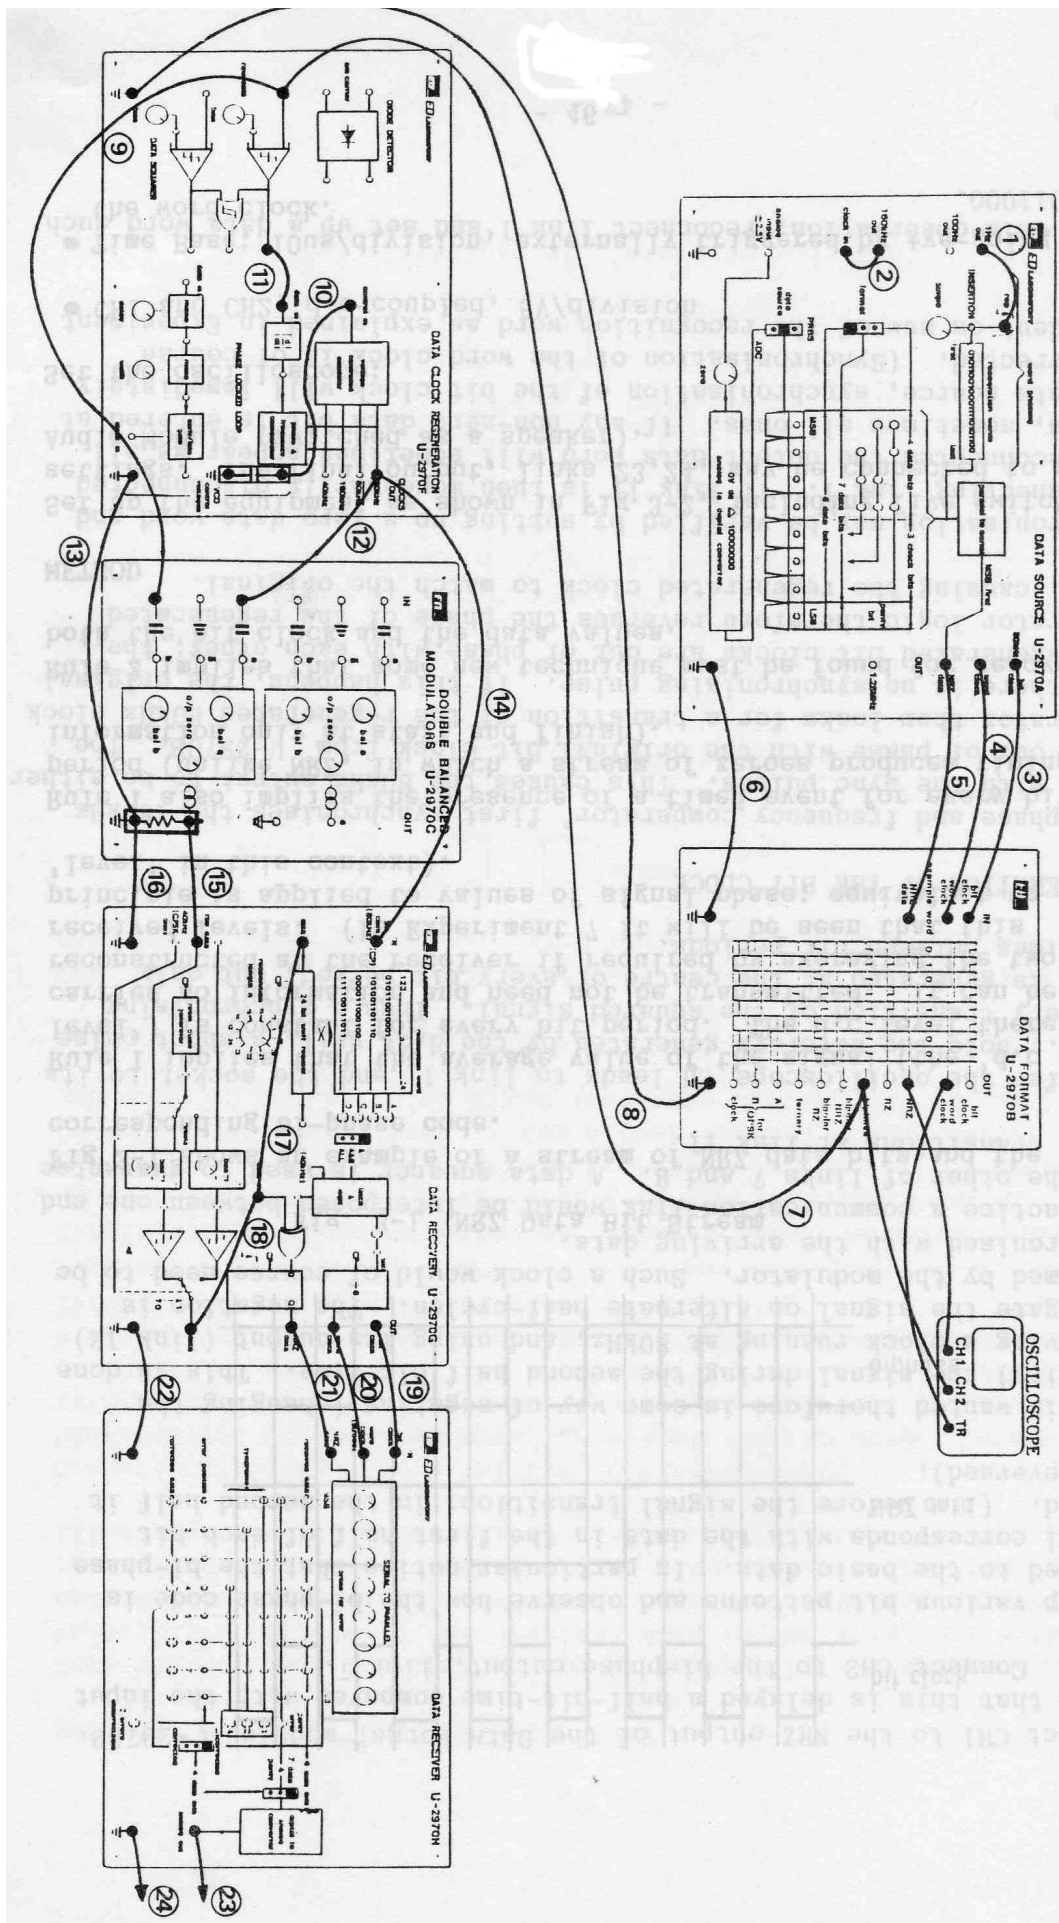

Figura 1: Regeneração do Clock e Recuperação dos Dados Bi-fase
1. Configurar o equipamento como mostrado na figura 1, incluindo as 5 chaves. A saída final, ligações 23 e 24, podem ser conectadas para o módulo de áudio (configurado como um speaker).